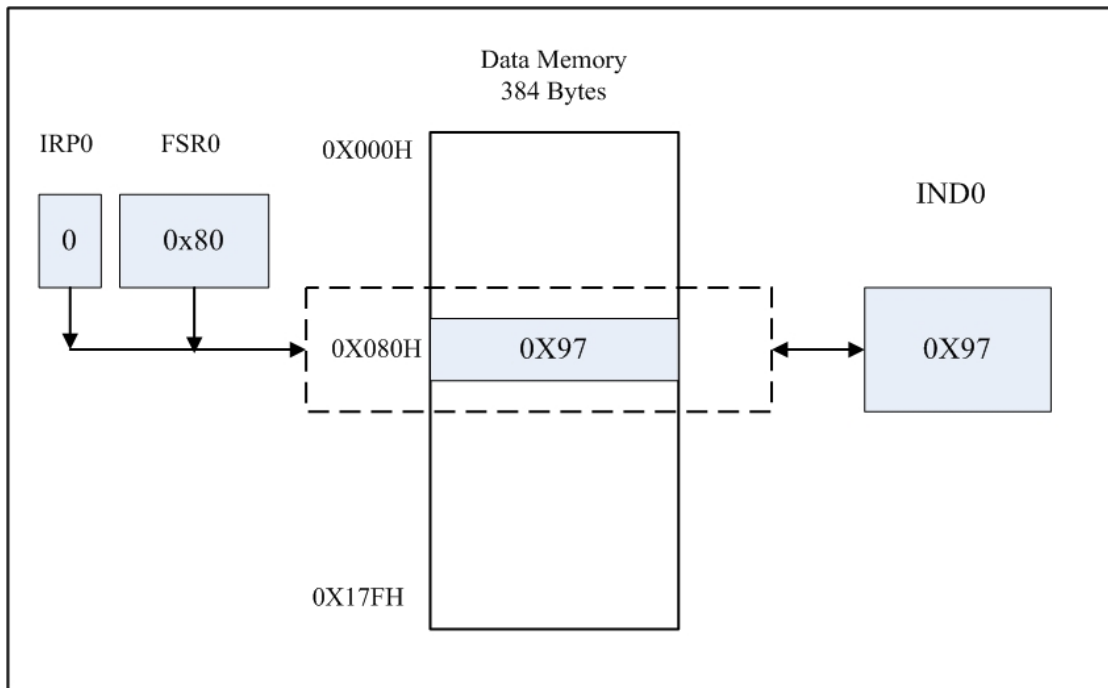

图 2-4 间接地址访问
4. 通过 IND0 以及 FSR0 这两个寄存器可以对数据存储器以及特殊功能寄存器进行间接访问。当从间接地址寄存器(IND0)读入数据时，MCU 实际上是以 FSR0 中的值作为地址去访问数据存储器得到数据。当向间接寄存器(IND0)写入数据时，MCU 实际上是以 FSR0 中的值作为地址去访问数据存储器将值存入该地址。其访问方式见图 2-4。